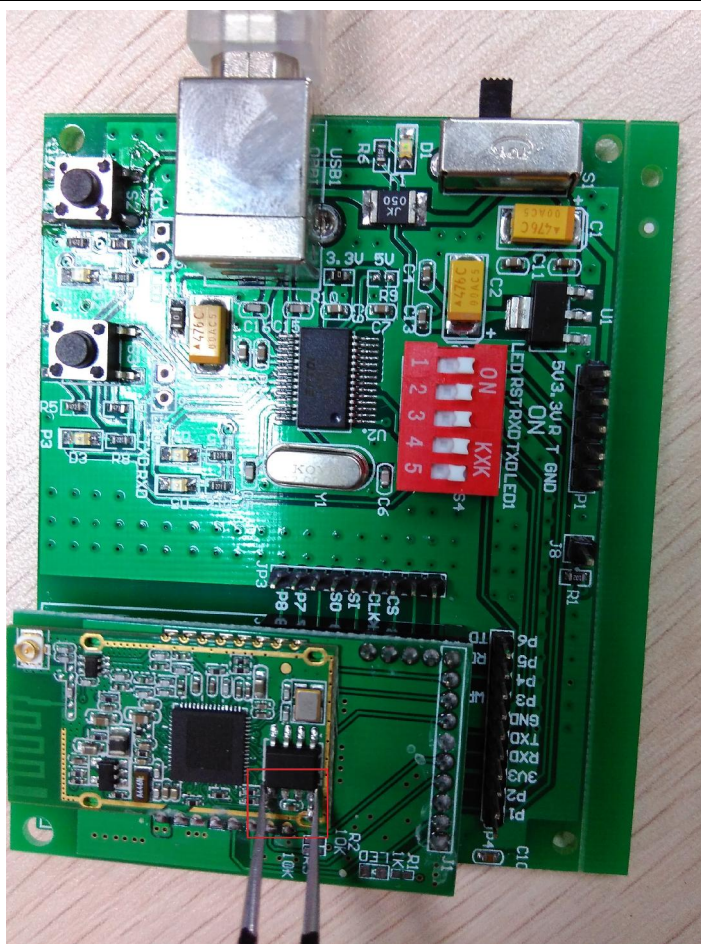

Figure 3 设置 NF-210S 开发板为 UART 加载模式 (011)
2、用镊子按照 Figure 3 所示短接 flash 的 5 和 8 脚后，接好串口，为开发板上电即可进行 2.4 中的一键烧录。烧录完成后再按照下面的操作即可验证烧录的镜像。
NF210S：将 flash 的 5 和 8 脚短接上（Figure 3），然后上电，此时串口助手会出现“噜噜噜噜”的打印信息（Figure 6），这代表开发板已经进入到 Uart 下载模式，然后拿开镊子，关闭串口助手的串口；